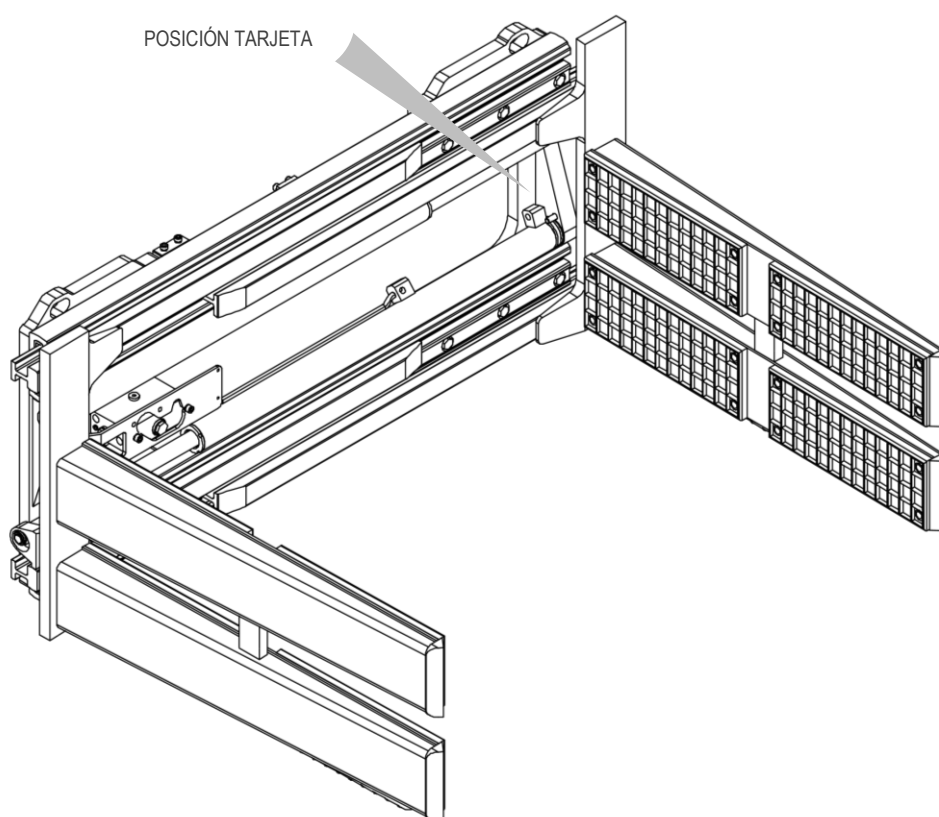

Figura 1
Todos los implementos A.T.I.B. – “PINZA CON BRAZOS CAUCHADOS TIPO 474.137 | PINZA PARA BLOQUES DE TACOS AUTOCOMPENSADOS TIPO 474.141” son identificados de una tarjeta adhesiva (mira *Tabla 1*) puesta sobre el implemento (mira *Figura 1*), siempre referirse a la matricula.
5. Para la manipulación, utilice correas o cadenas del tamaño adecuado para el peso del implemento indicado en la tarjeta (mira *Figura 1 y Tabla 1 a pag. 6*).
9. Conecte el circuito hidráulico; asegurándose de que la presión de trabajo de las tuberías sea superior o igual a la indicada en la tarjeta identificadora (mira *Figura 1* y la *Tabla 1* a pag.6).
6. Para la manipulación, utilice correas o cadenas del tamaño adecuado para el peso del implemento indicado en la tarjeta (mira *Figura 1* y la *Tabla 1* a pag. 6).